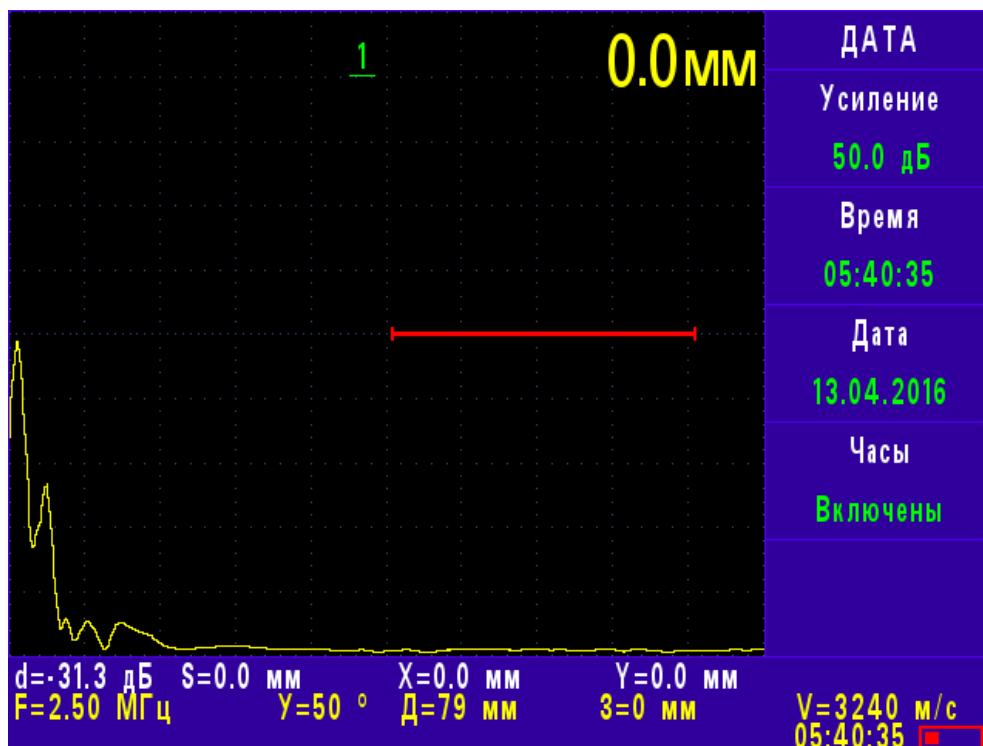

Рис. 5.14
5.5.9. Меню «ДАТА» содержит следующие параметры (рис. 5.14)